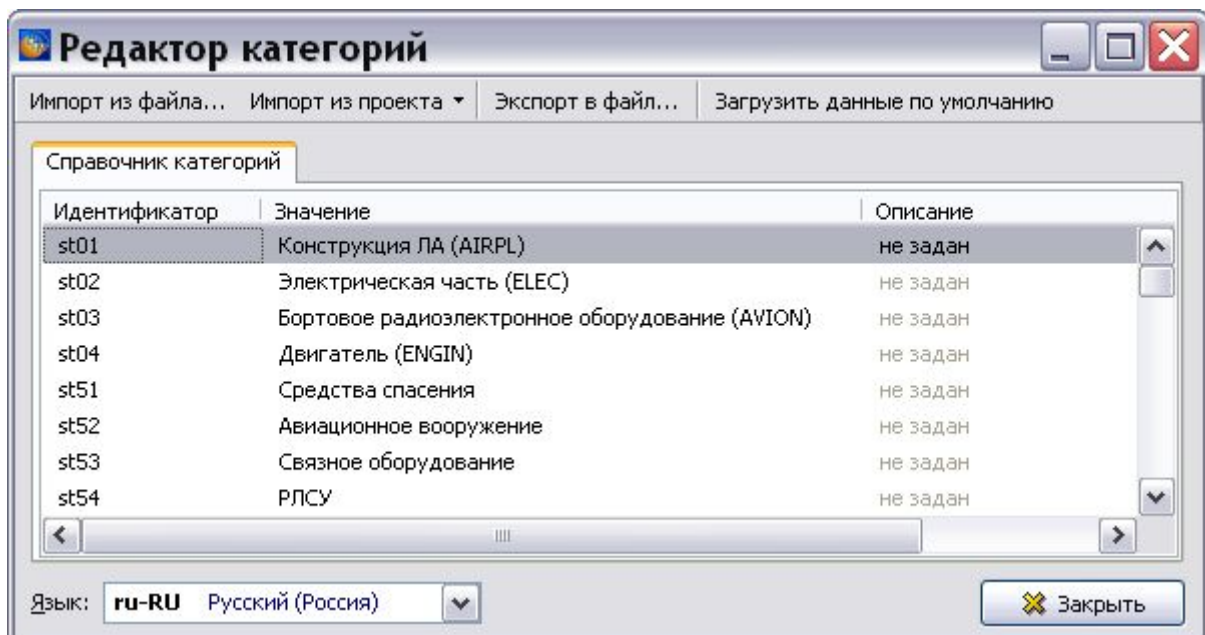

Рис. 5.40
- Нажмите на кнопку **Открыть редактор** . При этом появится окно **Редактор категорий** (Рис. 5.40).